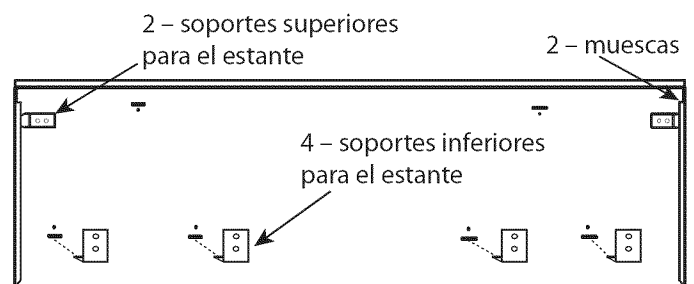

Figura 19: 48 Pulg Dorso de la placa mural
5. Instale la placa mural colocando las muescas de las esquinas (dorso de la placa mural) encima de los dos soportes superiores del estante. Deslice el accesorio del estante hacia arriba hasta que la parte inferior se enganche en los soportes inferiores (*Figura 19*).